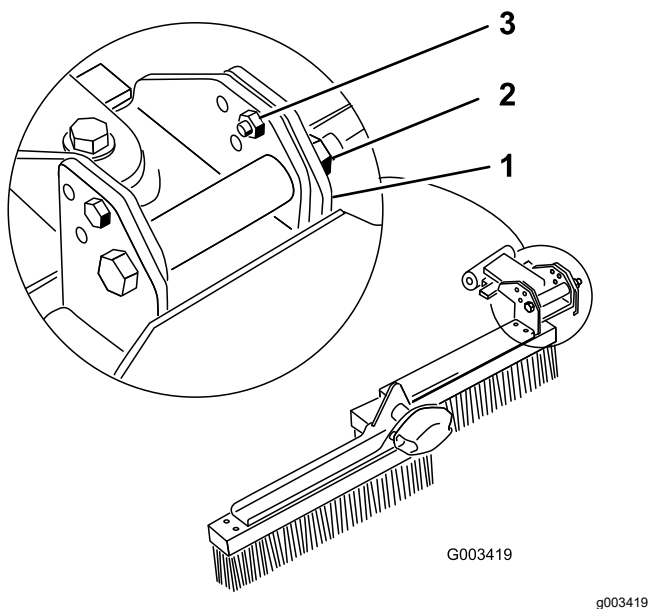
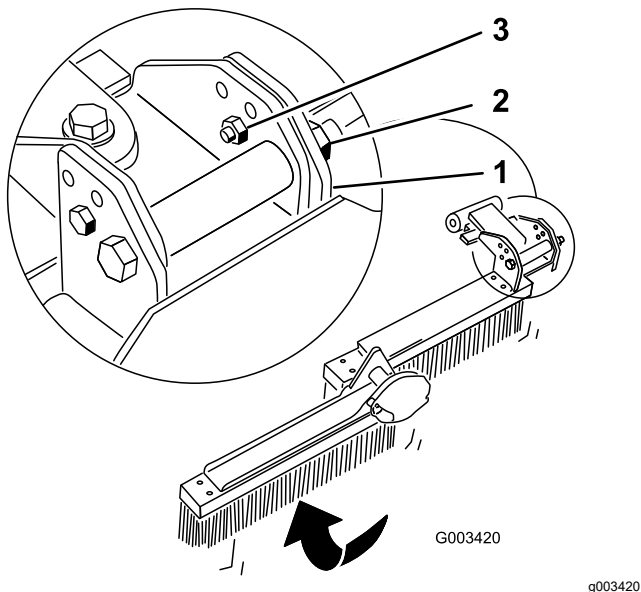
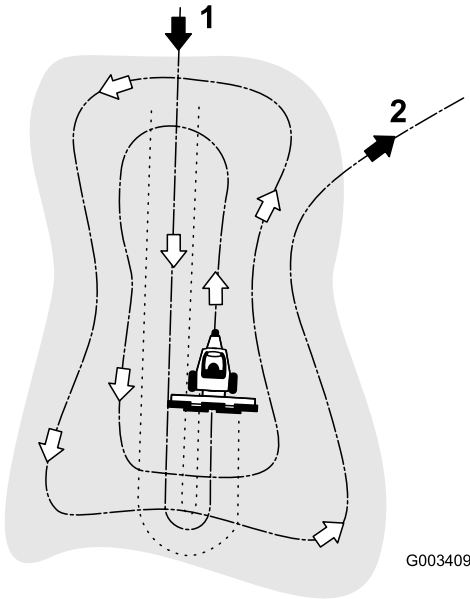

图 14
图 15
图 16
1. 松开固定清扫机头枢轴支架的螺母和螺栓图 14。
2. 从清扫机头枢轴支架上卸下 2 个调节螺栓和螺母图 14。
3. 将调节螺栓和螺母安装到所需位置并固定如图 14、图 15 和图 16 所示。
耙沙沙坑障碍的建议图案如图 16 中所示。这种模式可以避免不必要的重叠将压实情况降至最低并在沙坑中留下整洁、极具吸引力的图案。进入沙坑时选择长边这里的坡度最小。穿过沙坑中心几乎驾驶到最边上然后向任意一侧尽可能急转弯掉头并紧贴着第一趟往回耙沙。如图所示向外盘旋并从平整地带以正确的角度驶出沙坑。留下陡峭斜坡、短斜坡和小凹坑用手耙进行修整。